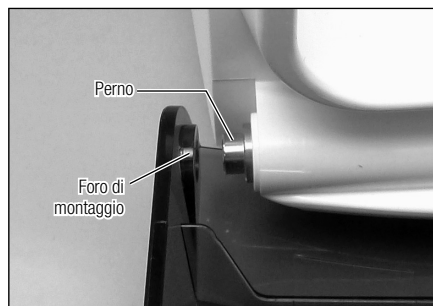

Fig. 23
- 1) Inserire il foro di montaggio posto sullo sportello nel perno sul lato anteriore sinistro dell'apparecchio (Fig. 23).